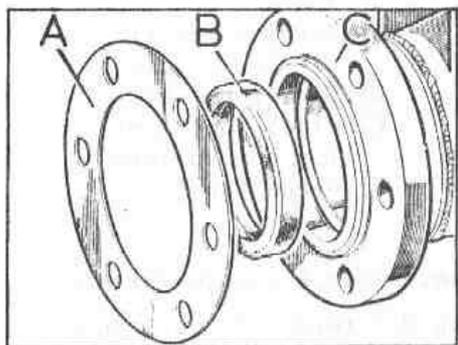

Fig. F-32 Retén de aceite y junta del cárter del eje
- 1.7. De la misma forma se desmontará el retén, B (Fig. F-32) del cáster del eje.
- 2.3. Extender una capa de compuesto sellador sobre todo el borde exterior del retén, B (Fig. F-32), para el cárter del eje e instalar dicho retén con el borde que lleva pestaña hacia el interior, en el cárter del eje, debiendo quedar enrasado con el borde del alojamiento.